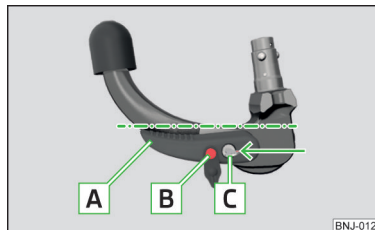

Fig. 132
**Poziția de disponibilitate setată corect » fig. 132**